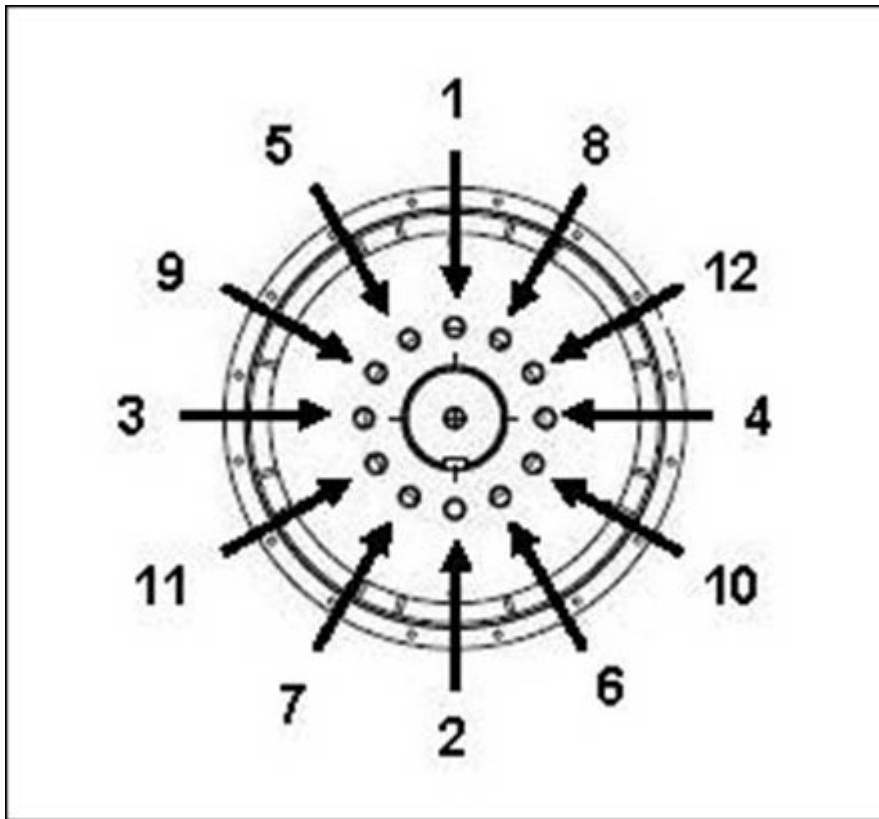

図 24. ハブへの固定手順
4. 必要に応じて、表示の順番でカップリング ディスク ボルトを締め付けます 図 24 ページ 42。